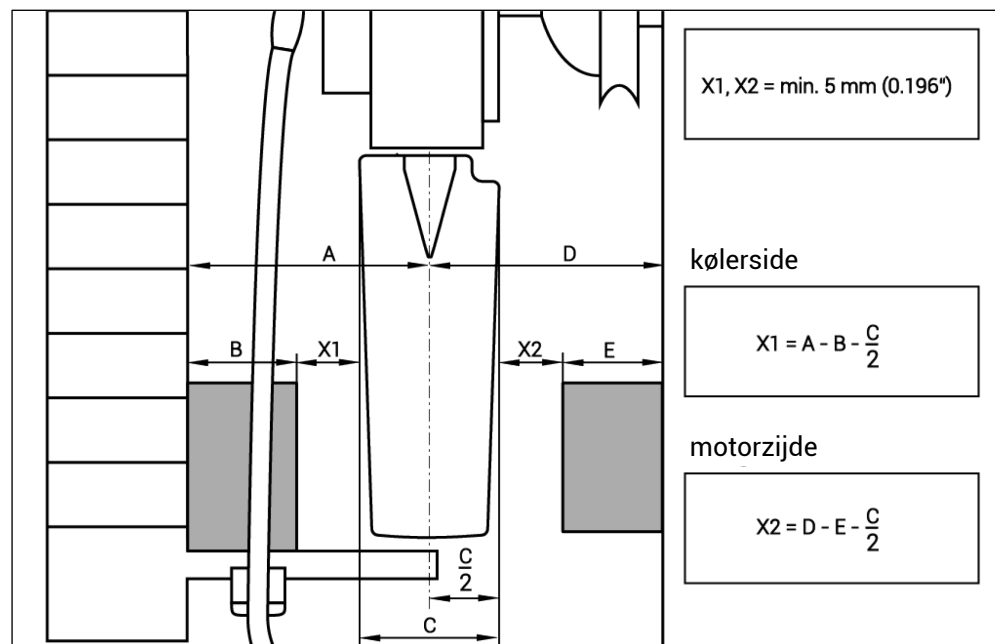

Fig. 38
33) Meet of er voorwerpen in de weg zijn (zie Fig. 38).